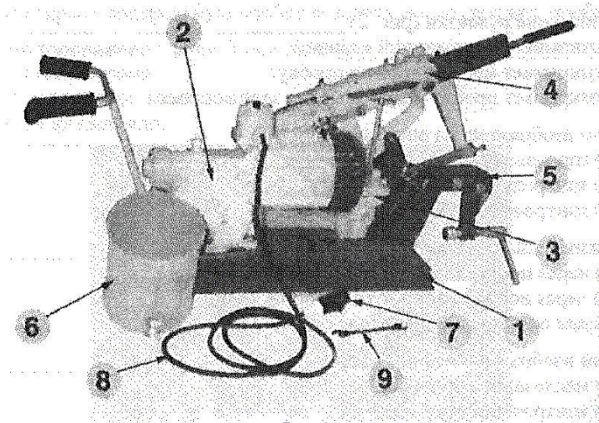

Рис. 1
1. Назначение станка, представленного на рис. 1
2. Указать тип привода станка, представленную на рис. 1
3. Что Изображено на рис. 1 под № 1.
4. Что изображено на рис. 1 под № 2
5. Что изображено на рис.1 под № 3
7. Что изображено на рис. 1 под № 5